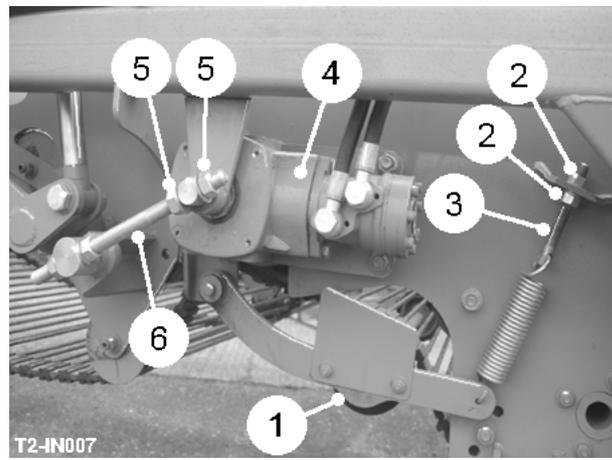

Fig 8
La máquina de especificación de patrón está equipada con un cavador web de labia 1630 mm de ancho y 36 mm. Un cavador web 1500 mm está disponible como una opción. También, si una alternativa el web de labia sea requerida convenir a cosecha especial y condiciones de tierra, esto será un requerimiento especial y necesitará ser hablado de con Engineering de Standen Limited. Los rollers de tensión muelle -loaded (item 1, fig 8) mantienen actualizado la unidad sobre el equipo de retorno de la Web. Tensar la Web, afloje los locknuts (item 2, fig 8) y vuelva a colocar al tasador de primavera (item 3, fig 8). Asegure que ambos lados son ajustados equitativamente.
La cavador Web es impulsada por la unidad de caja de cambios de motor (item 4, fig 8). El botón de  empieza / para la cavador Web y el humo inmediato de velocidad atacó al terminal del servicio.
La altura de lanzamiento de la cavador Web para la Web cerniendo puede ser ajustado usando el "" botón de fraccionamiento de acciones de Web sobre el esclavo cuadro. La brecha entre las dos telarañas puede ser a mano el conjunto de acuerdo con la cosecha que la importancia, y la separación requerían. El intervalo es ajustado liberando los locknuts (item 5, fig 8) y cambiar de lugar al tasador (item 6, fig 8) hasta el humo inmediato de intervalo requerido obtener. Asegure que ambos lados son ajustados uniformemente.